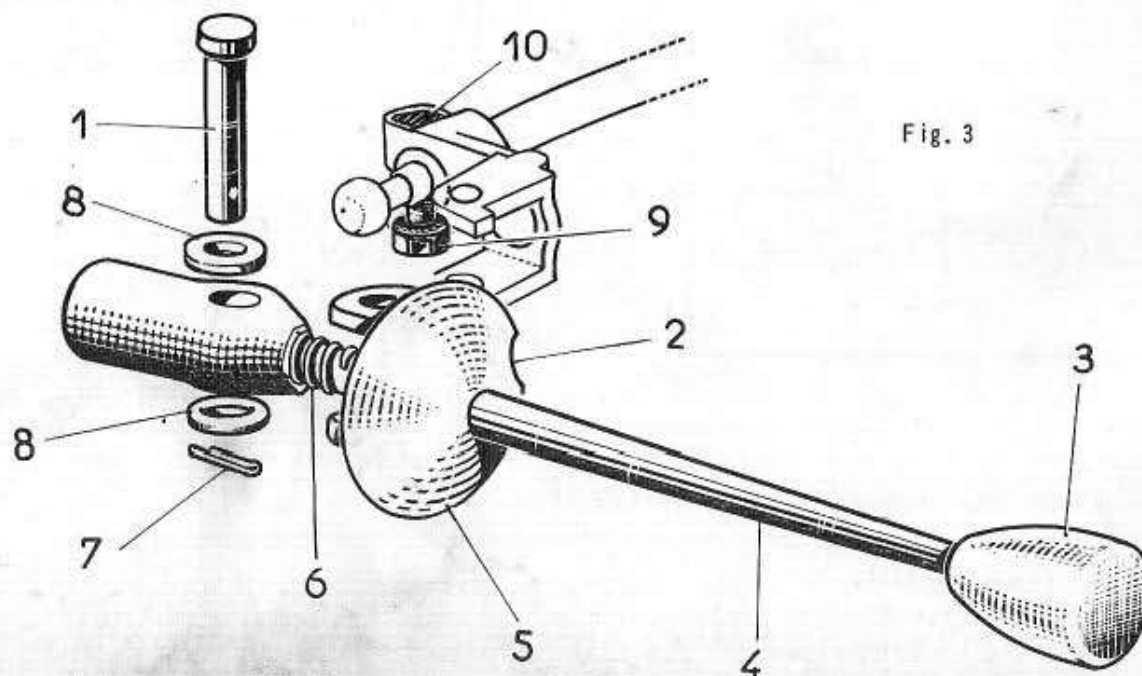
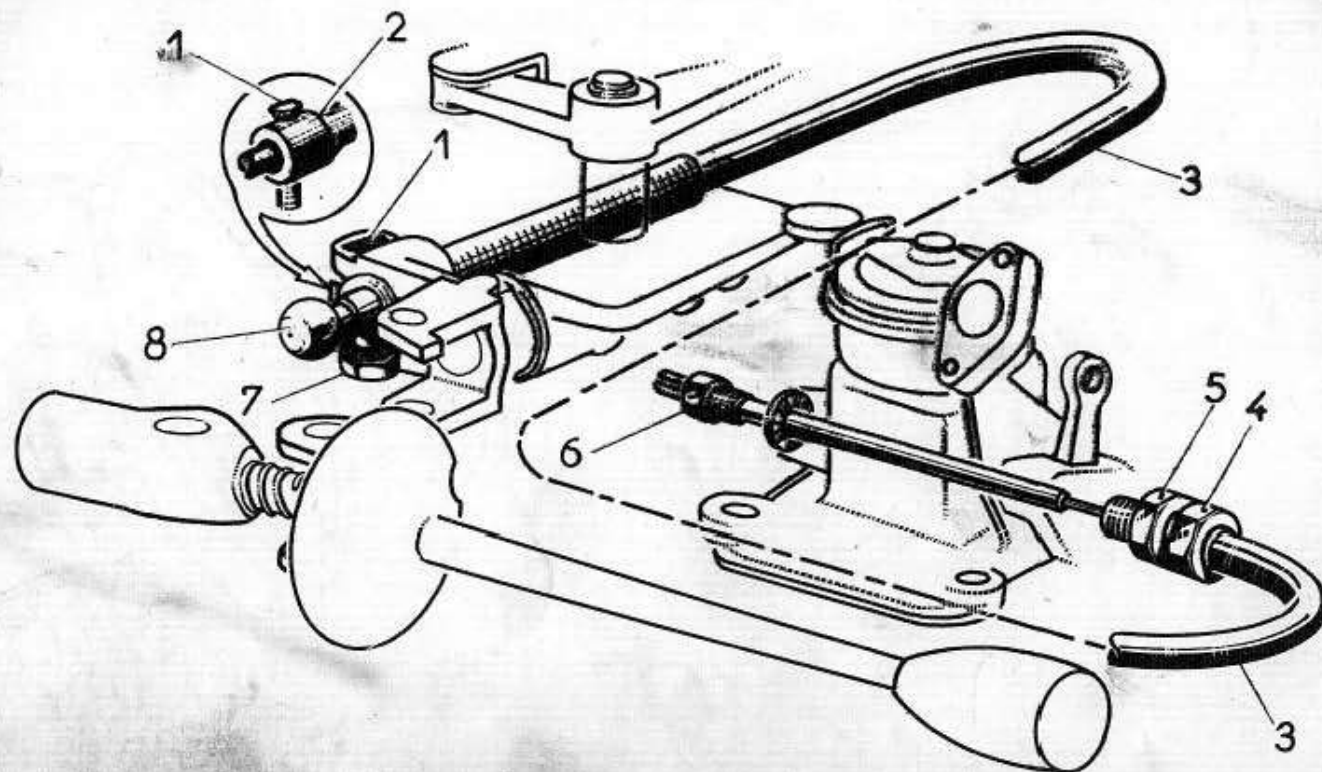

Fig. 3
Fig. 7
203 - REMPLACEMENT du LEVIER de COMMANDE des VITESSES (Fig. 3)
205 - REMPLACEMENT du CABLE et de la GAINE de SELECTION des VITESSES (CABLE INFERIEUR du COUVERCLE de BOITE de VITESSES) (Fig. 7)
- 7) Engager le nouveau câble (3) de sélecteur dans l'orifice de cloison de proue. Engager le câble dans la chape. L'encoche (2) située sur la gaine doit se trouver face au trou de la vis (1) pour permettre à celle-ci de pénétrer dans la chape.
N.B.- Ne pas poser l'écrou (7 - Fig. 7), ni la rondelle (8) et la goupille (7 - Fig. 3) avant d'avoir réglé la sélection et d'être en mesure de passer la marche arrière, position qui facilite ces montages.